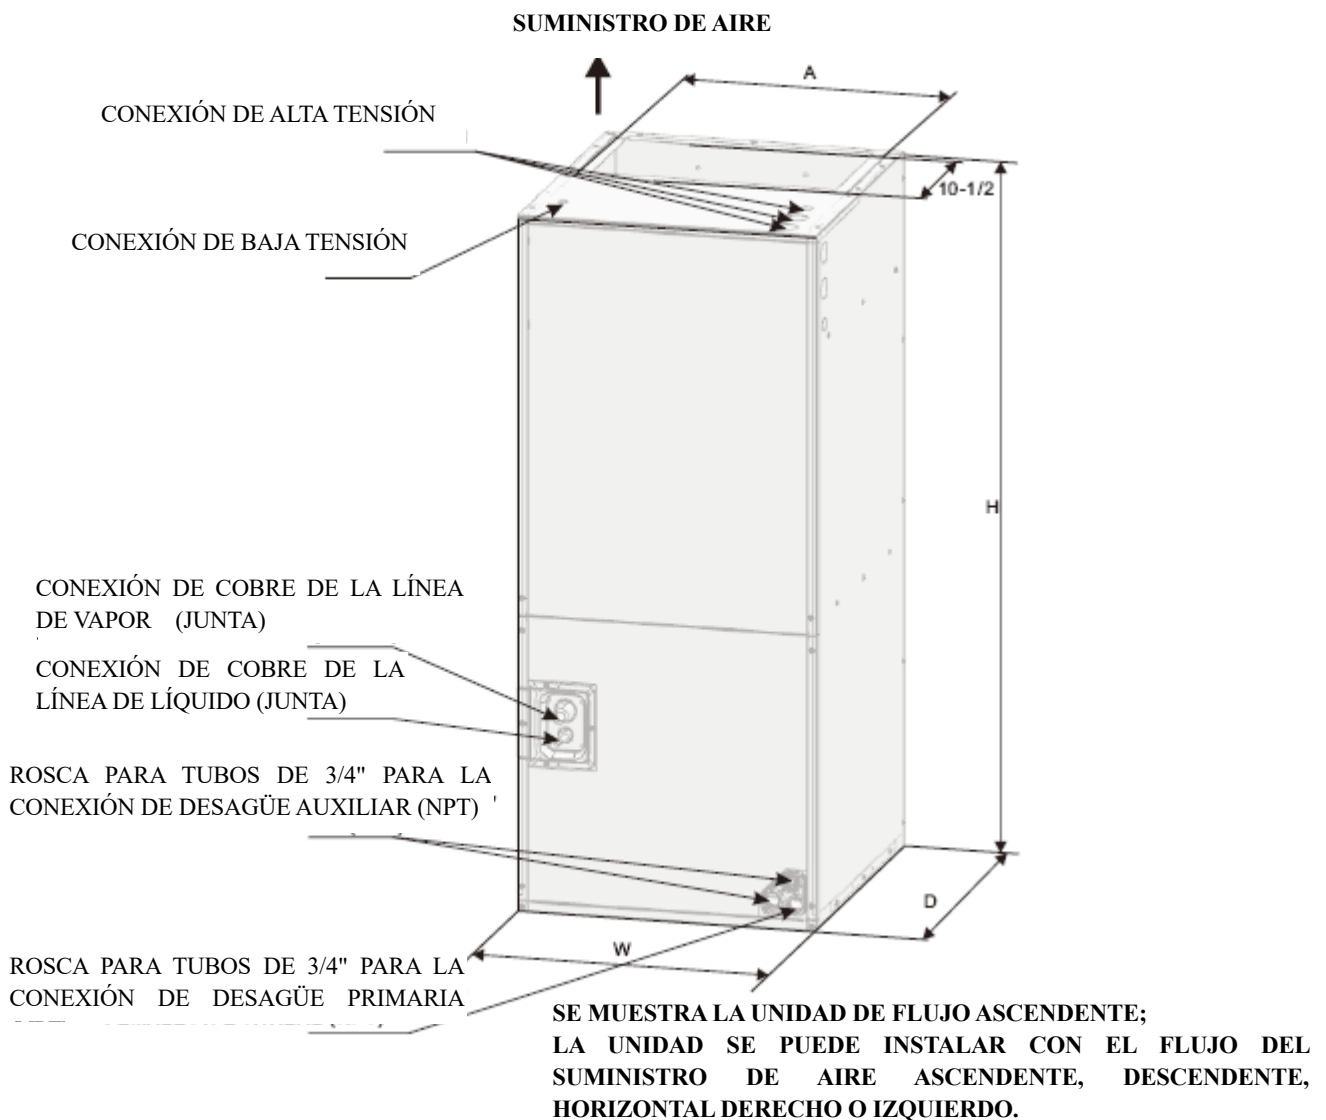

Imagen 1. DIMENSIONES
El cable de alimentación y de control lateral y superior y la terminal accesible de los tornillos para el cable de control se combinan para que la instalación sea fácil y para minimizar los costos de la instalación. Contacte a su distribuidor local. Refiérase a la Imagen 1
- 1) La configuración del flujo ascendente vertical es la configuración de fábrica para todos los modelos (vea la Imagen 1)
El par de torsión aplicado a las conexiones de desagüe no debería exceder los 15 pies. lbs (vea la Imagen 1 y 2).